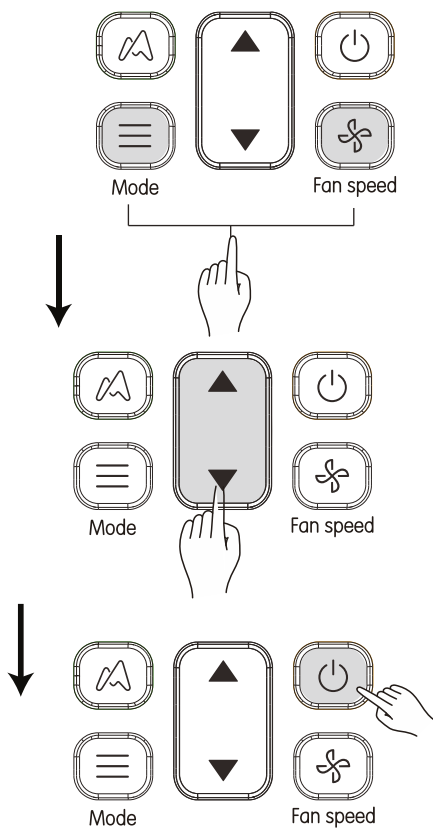

Fig. 4.2
- ② Premendo ▲ e ▼ per selezionare il valore del parametro;
- ③ Una volta selezionato il valore desiderato, premere  o attendere 5 secondi. Il valore del parametro viene salvato. La procedura di impostazione del valore del parametro è illustrata nella Fig. 4.2.